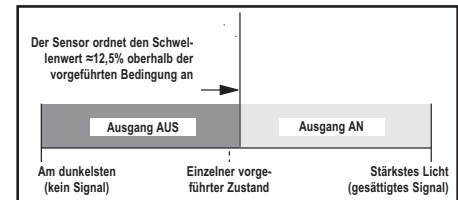

Abbildung 6. Dunkel-Einstellung (Hellschaltung dargestellt)
- Setzt einen Schwellenwert ca. 12,5% oberhalb der vorgeführten Erfassungsbedingung (siehe Abbildung 6)